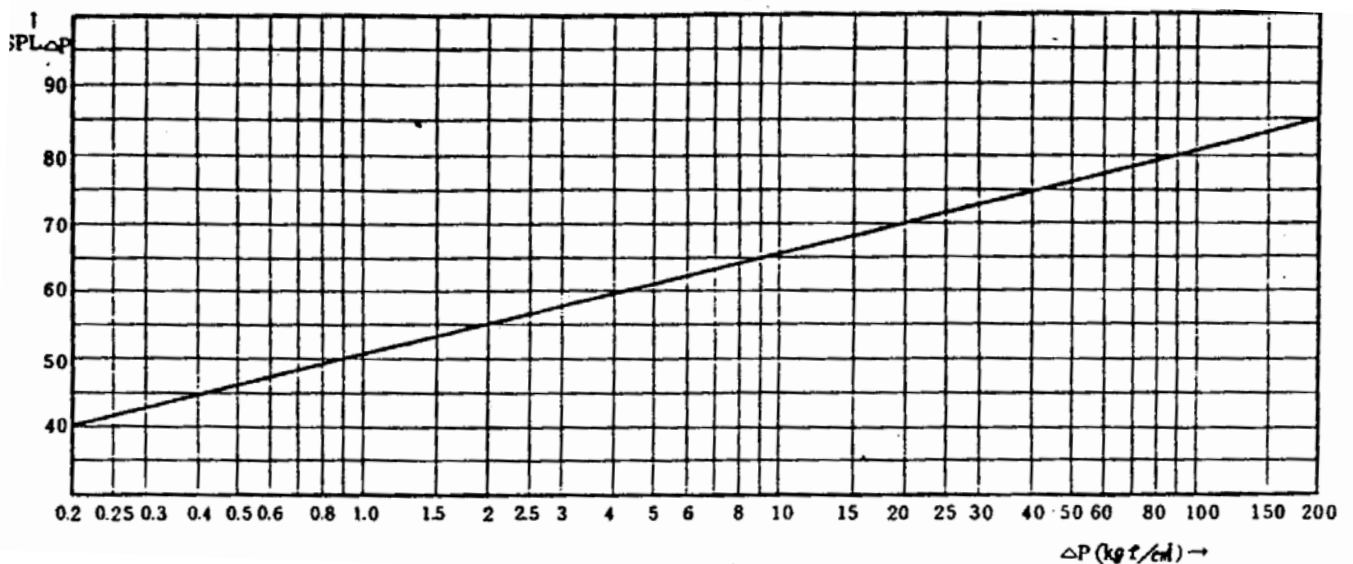

图 6 基准噪音声压级
$SPL_{\Delta P}$ = 根据调节阀前后压差所整理出来的值（参照图 6）
(4) 计算顺序
- e) 计算出 $SPL_{\Delta P}$ ----- 用 ΔP 从图 6
$\text{SPL}_{\Delta P}=59\text{dB}$ ($\Delta P=4 \text{ kgf/cm}^2$ ----- 图 6)